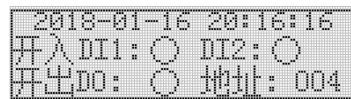

图 5 开入开出状态显示界面
模块实时值界面，按下 \square 键进入开入开出状态显示界面，如下图 5 所示
- **地址后的数字：**代表当前主模块的地址标号，如图 5 所示主模块地址为 004。
③ 复位自检界面